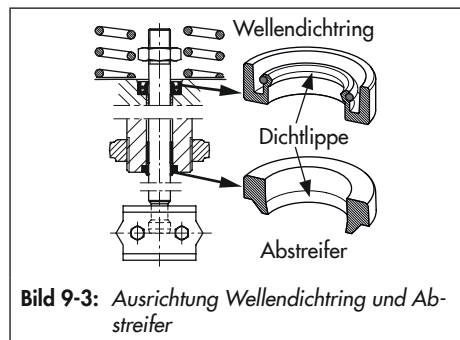

Bild 9-3: Ausrichtung Wellendichtring und Abstreifer
6. Wellendichtring mit geeignetem Werkzeug montieren. Dabei die korrekte Ausrichtung des Wellendichtrings beachten, vgl. Bild 9-3.